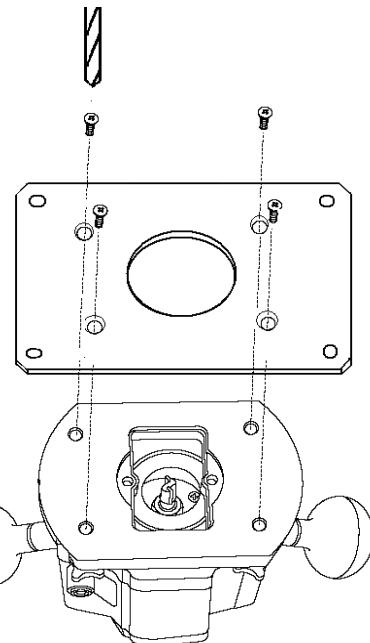

**Fig 11**
**A) Direkte Montage (Fig 10, Fig 11):**
Befestigen Sie die Oberfräse mit den gelieferten Schrauben und Muttern direkt am Tisch (Fig 11).